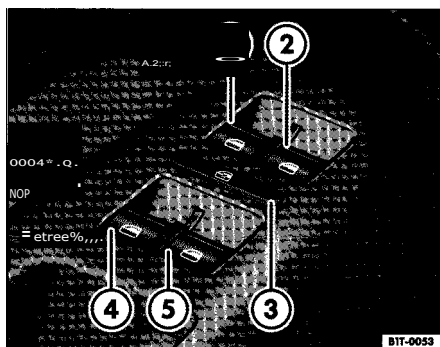

Fig. 33 Detail de la porte du conducteur : touches des leve-glaces avant et arriere.
— Appuyez sur la commande = fig. 33 ②, ③ ou ④ pour ouvrir la glace correspondante.
— Soulevez la commande fig. 33 ⑤ pour fermer la glace correspondante
Les commandes = page 52, fig. 33 ①, page 52, fig. 33 ②, page 52, fig. 33 ③ et C) sont dotees de deux positions permettant l'ouverture et la fermeture de la glace. Il est ainsi plus simple de controler les processus d'ouverture et de fermeture.